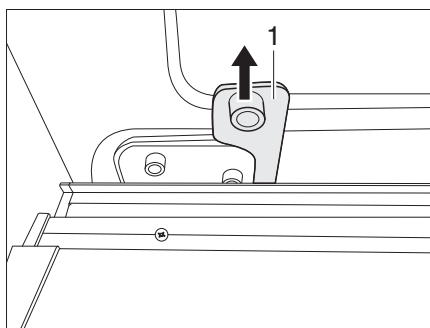

Fig. 18 Sbloccaggio di emergenza
- Tirare con forza lo sbloccaggio di emergenza (Fig. 18,1) verso l'alto e agganciarlo all'apposito perno di posizionamento. Ora la porta scorrevole è disaccoppiata e può essere aperta e chiusa soltanto manualmente.